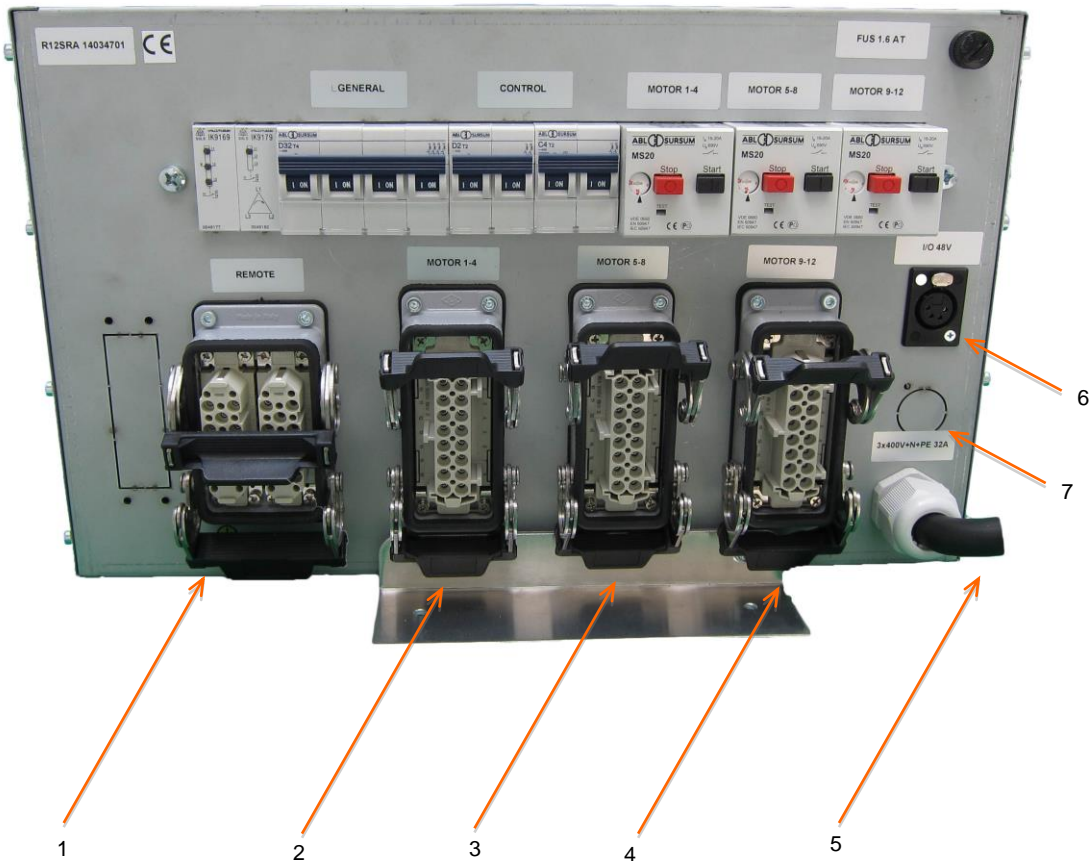

Figure 2
Raccordement : Sur le connecteur (1) de la figure 2 « Remote »